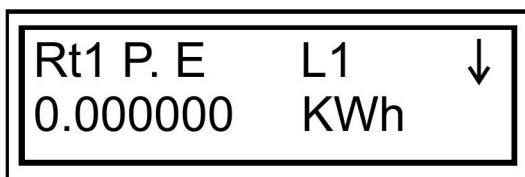

Рис. 47
4. Появится экран активной энергии, тариф 1. Используйте кнопки \downarrow \uparrow , чтобы посмотреть активную энергию во всех трех фазах и суммарную (рис. 47):